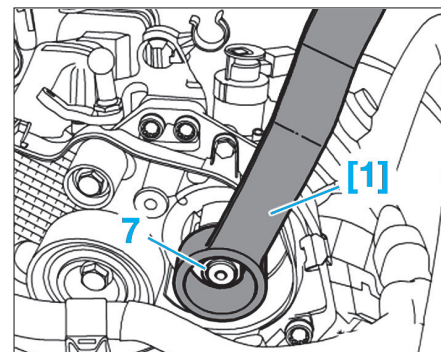

Fig. 33
- la durit de retour de la rampe commune et la placer de côté (5).
- Déposer le tuyau d'alimentation en carburant entre la pompe haute pression et la rampe commune (6).
- Maintenir le moyeu de la pompe haute pression avec le contre appui [1] et desserrer l'écrou de fixation (7) (Fig.33).